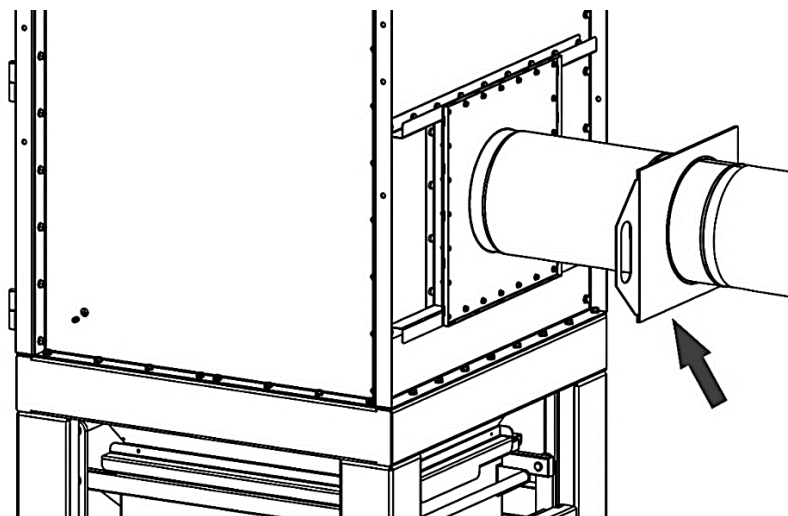

Рисунок 12 — Установка воздушной заслонки на выходе фильтра
5.3.4 Воздушную заслонку установить между выходным соединительным патрубком фильтра и воздуховодом вытяжной сети (рисунок 12).